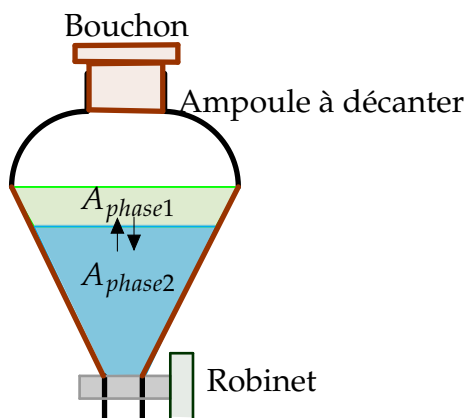

Figure 1 – Ampoule à décanter : répartition d’un soluté entre deux solvants
- II.3.2. Expliquer comment procède-t-on pour récupérer la phase aqueuse de l’ampoule à décanter (voir figure 1); on donne les masses volumiques en $g.cm^{-3}$: $\rho_{aq} = 1$ et $\rho_{og} = 1,59$.